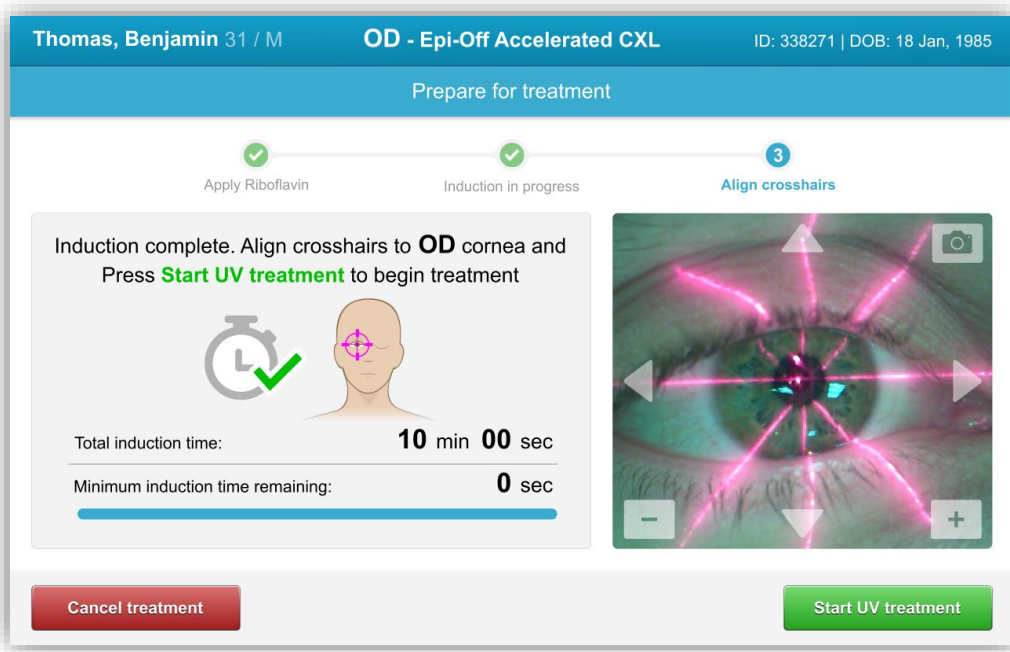

Figura 3-26. Inizio del trattamento UV
- Una volta terminati l'instillazione di riboflavina, l'induzione e l'allineamento dei reticoli, avviare il trattamento premendo il pulsante "Start UV Treatment" (Inizia il trattamento UV), come mostrato nella Figura 3-26.